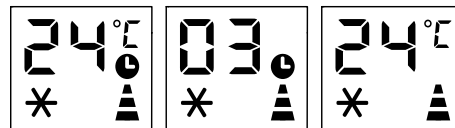

Bild 5
- När apparaten är igång, trycker du på  -knappen, och skärmen visar timmar med flera symboler som blinkar samtidigt. (Bild 5)